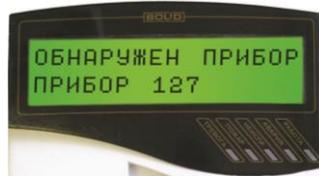

Рисунок 19
5.4.4 В течение 1 мин после включения питания пульт должен показать сообщение об обнаружении устройства с сетевым адресом, соответствующим текущему адресу блока (заводской адрес блока – 127). На рис. 19 представлен индикатор пульта «С2000М» с соответствующим сообщением.